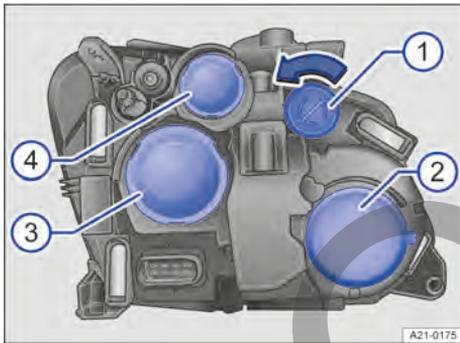

Fig. 147 En el vano motor: tapas del faro izquierdo.
1. Gire el portalámparas hasta el tope en el sentido de la flecha → fig. 147 ①.
1. Retire la tapa de goma de la parte posterior del faro → fig. 147 ②.
6. Coloque la tapa de goma en la parte posterior del faro → fig. 147 ②.
1. Retire la tapa de goma de la parte posterior del faro → fig. 147 ③.
- Coloque la tapa de goma en la parte posterior del faro → fig. 147 ③.
- Retire la tapa de goma de la parte posterior del faro → fig. 147 ④.
- Coloque la tapa de goma en la parte posterior del faro → fig. 147 ④.